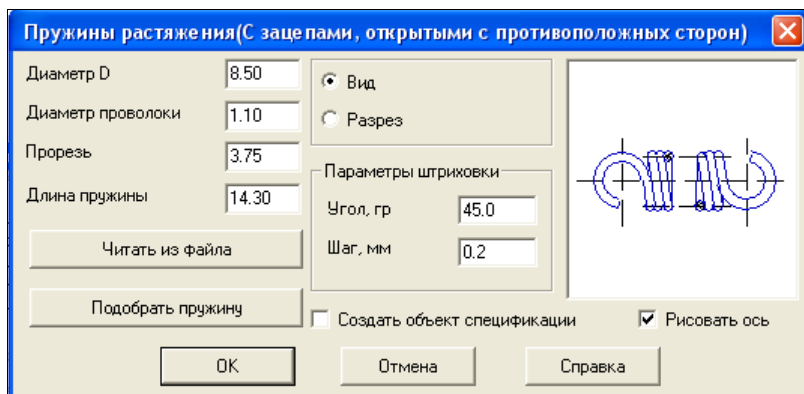

Рис. 26.45. Диалоговое окно **Пружины растяжения**
- ◆ щелкните дважды по эскизу Пружина 1. На экране появится диалоговое окно **Пружины растяжения (С зацепами, открытыми с противоположных сторон)** (рис. 26.45). В этом окне: